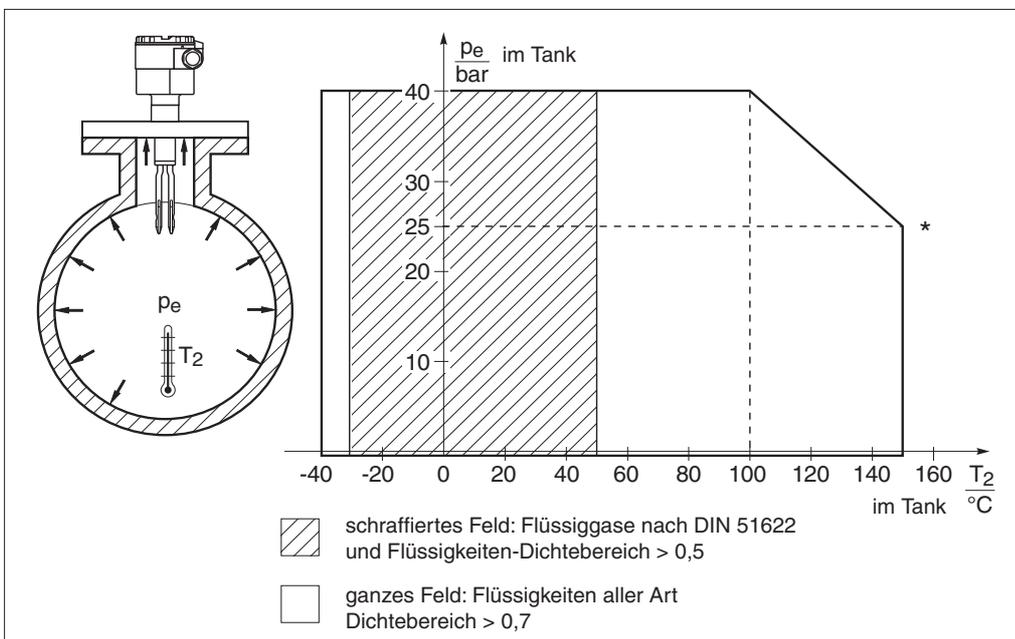

Abb. 23
- Betriebstemperatur und Betriebsdruck : siehe Abb. 23